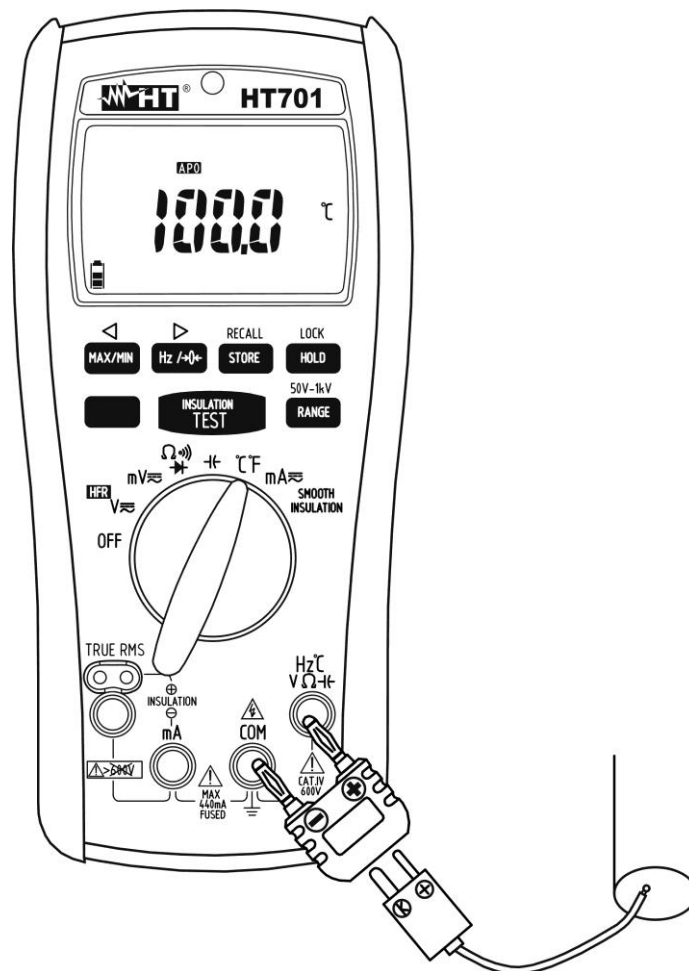

Fig. 9: Uso del instrumento para medida de Temperatura
3. Inserte el adaptador en dotación en los terminales de entrada **Hz °C V Ω Hz** y **COM** respetando los colores rojo y negro presentes en éste (vea Fig. 9)